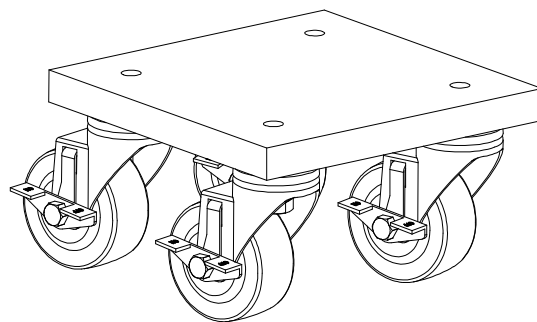

图3
②逐步安装全部脚轮，根据使用环境调平四角后固定全部螺栓，如图3所示；